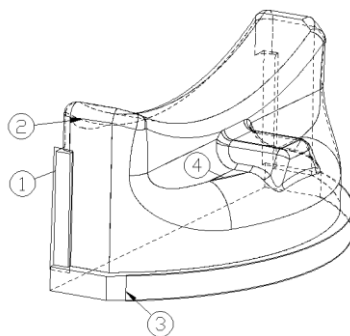

图 2-2 常见的破面样式
如图 2-2 所示为破面常见的几种情况，如果要将此产品图转换成实体图档，就需要将所有片体修补成一个_____的图形，可图中所列出的 4 处位置所表现的情况是：第①②处的面大了，需要将超出的面修剪掉；第 3 处的面不够大，需要将期延伸，再修剪；第 4 处的面变形了，需要将其删除，然后再建构新的片体；